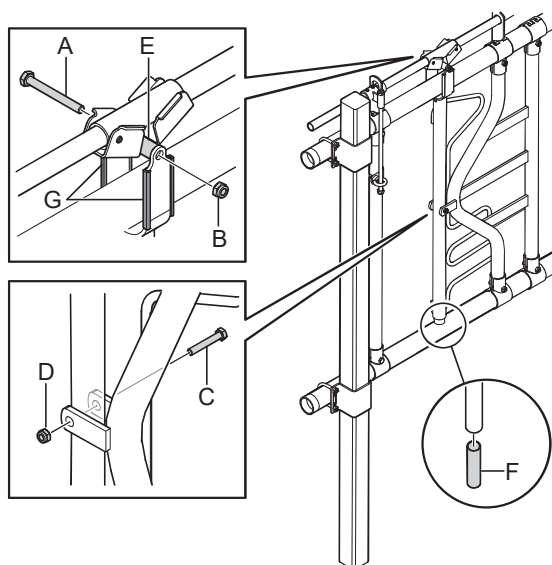

Fig. 27: Montering av det dreibare røret.
7. Monter plastdelene (G) rundt sidene på det dreibare røret, og sett transponderen (F) inn i røret slik Fig. 27 viser.
8. Det dreibare røret kobles til svingpunktet ved hjelp av én M8 x 50 mm-skrue (C) og én selvlåsende M8-mutter (D) slik Fig. 27 viser.
9. Monter låsedelen ved hjelp av én hydraulikkslange (E), én M10 x 90 mm-skrue (A) og én selvlåsende M10-mutter (B) slik Fig. 27 viser.